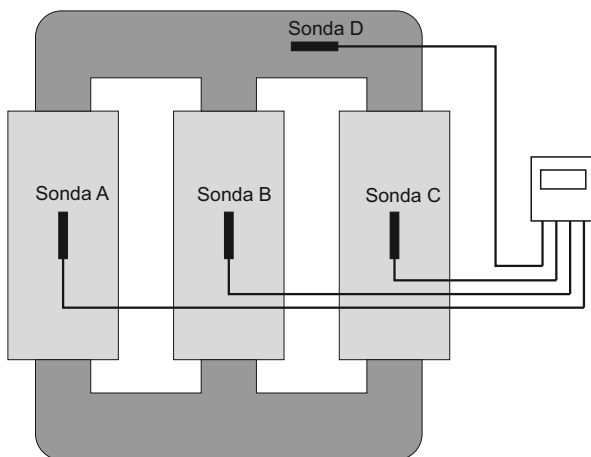

Figura 1
- **4 ingressi analogici** per sonde resistive Pt100 per il rilevamento di 4 temperature: le temperature delle 3 colonne del trasformatore e quella del nucleo (si veda Figura 1).